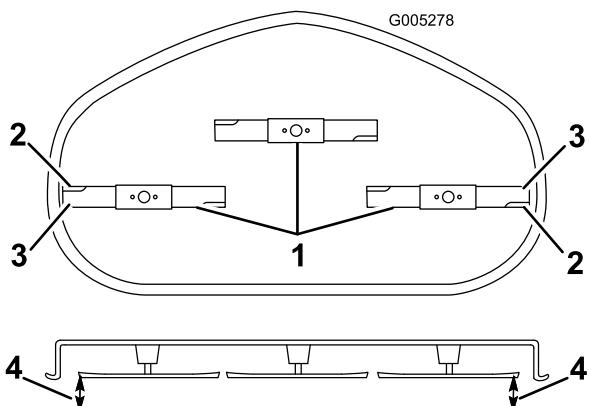

Figure 61
4. Faites pivoter les lames avec précaution pour qu'elles soient toutes parallèles (Figure 60 et Figure 61).
5. Mesurez la distance entre les tranchants extérieurs et la surface plane (Figure 60 et Figure 61).